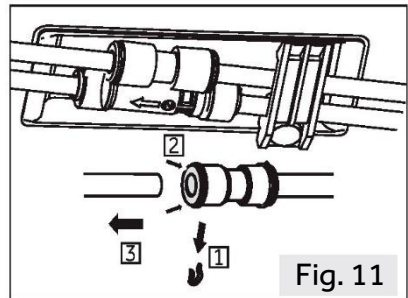

Fig. 11
1. Soltar o lado esquerdo dos dois acopladores de água no canto dianteiro esquerdo no fundo do aparelho: prima e mantenha o colar como mostrado e remova o tubo de água (Fig. 11).